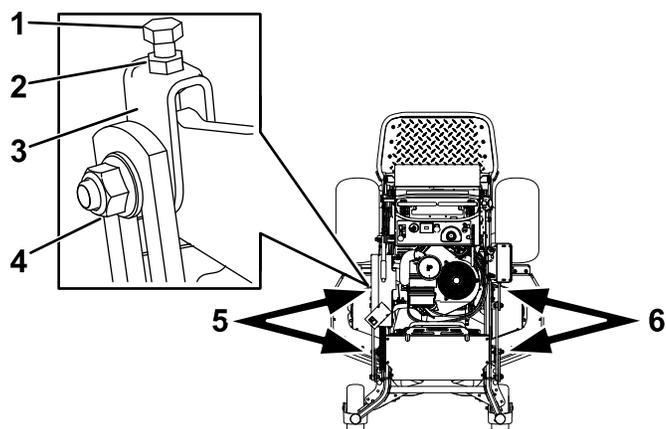

Рисунок 94
1. Ослабьте затяжку боковой гайки и контргайки в вилках, которые вы хотите отрегулировать (Рисунок 94).
- Для регулировки высоты деки газонокосилки поверните верхние болты вилок (Рисунок 94).